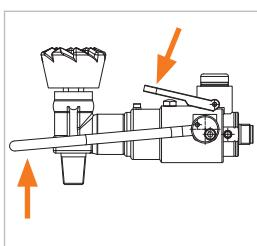

Abbildung 9
- ▶ Halten Sie die Arretierung (Pos. 8) nach unten gedrückt und klappen Sie anschließend die Betätigung (Pos. 1) nach oben (*Abbildung 9*). Dadurch wird die Verbindung zum Flaschenventil gelöst und der Adapter kann gerade nach hinten abgenommen werden.